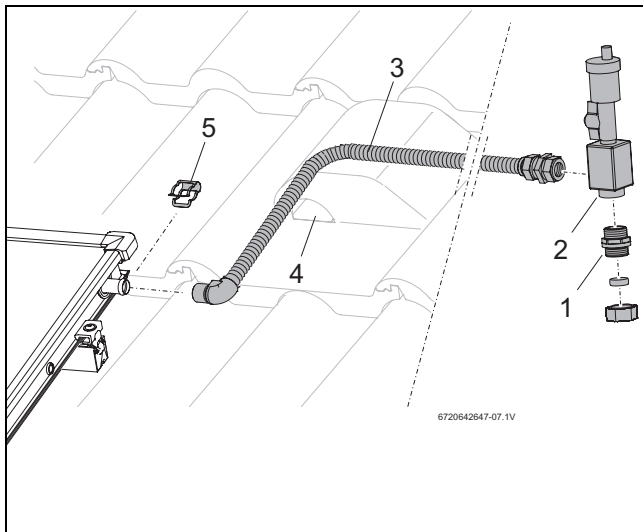

Fig. 51 Montaje del purgador por debajo del tejado
- Colocar el tubo de conexión (Fig. 51, [3]) en la conexión de impulsión del campo de captadores y fijelo con una abrazadera (Fig. 51, [5]).
- Introducir el tubo de conexión junto con el cable de la sonda a través de la teja de ventilación (Fig. 51, [4]) y del aislamiento del tejado.
- Enroscar firmemente el tubo de conexión (Fig. 51, [3]) y el casquillo doble (Fig. 51, [1]) en el acumulador de aire (junta tórica).
- Conectar el tubo captador al casquillo doble con rosca de conexión (Fig. 51, [1]).